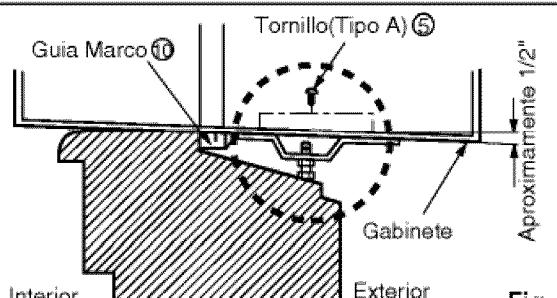

Fig. 4
4. Seleccione la posición que ubicará el soporte del alféizar cerca del punto más exterior del alféizar.(Ver Fig. 4)
5. Pegue el soporte antepecho a los rieles de la caja en relación a la posición deseada usando dos tornillos Tipo A en cada soporte. (Ver Fig. 4)